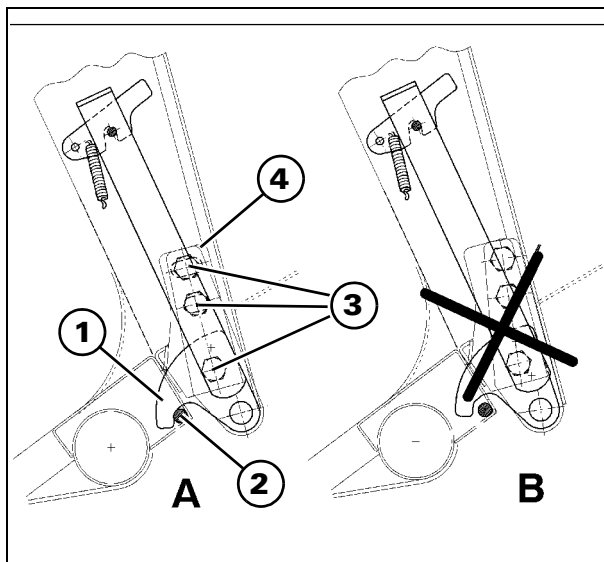
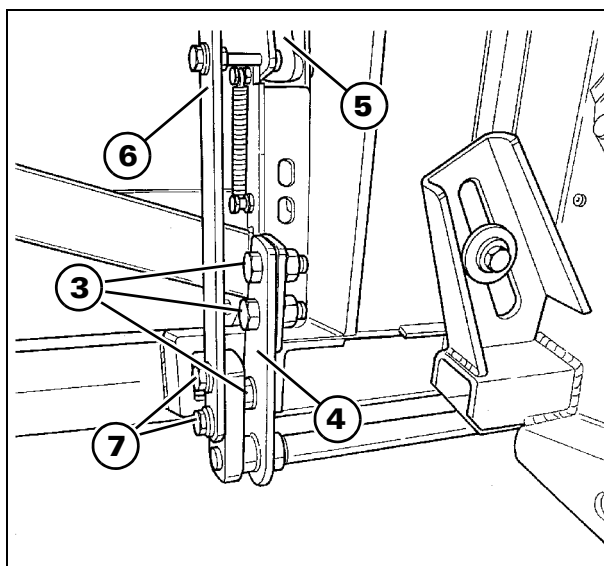

Рис. 8
Рис. 9
Рис. 8 и Рис. 9
Если крюк (1) не установлен в нужное положение на стержне (2), как показано на Рис. 8 А, выполнить следующее:
- 1.) Отпустить три винта (3); два верхних винта имеют шлицевое отверстие, а нижний винт с круглым отверстием является опорой (4) для поворотной оси.
- 2.) Повернуть опору (4) в нужном направлении, чтобы крюк (1) полностью охватывал стержень (2), как показано на Рис. 8 А.